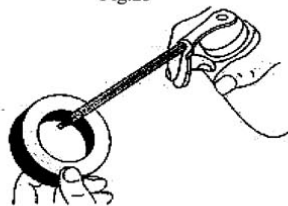

Fig.24
4. Aplique suficiente aceite limpio para cubrir el filtro. (Fig.24).